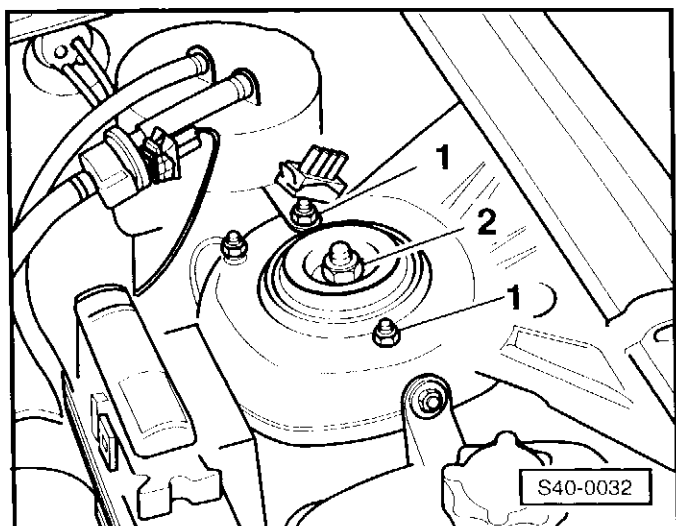
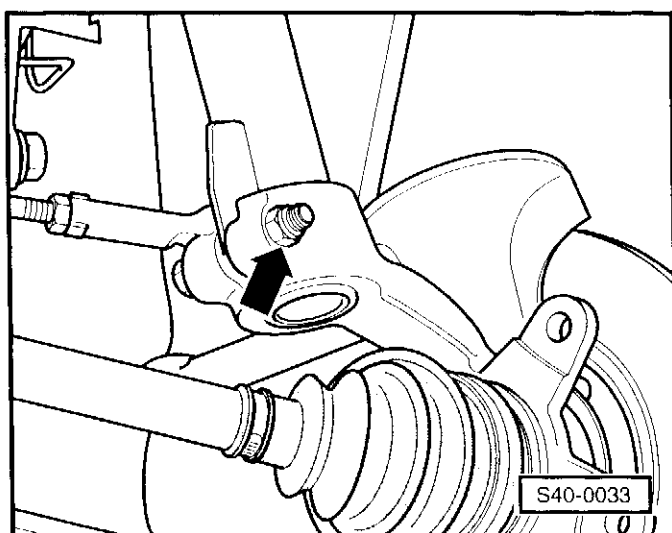

Рис. 1 Удаление амортизатора с кузова и его установка
Рис. 2 Разборка соединения между крышкой подшипника ступицы колеса и амортизатором
- ◆ демонтаж и установка ⇒ рис. 1 и рис. 2